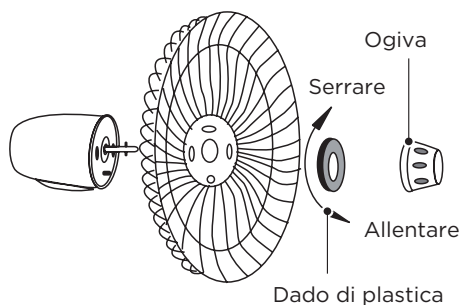

Fig.5
- 1 Svitare l'ogiva in senso orario (o estrarre l'ogiva dal contenitore) e il dado di plastica in senso antiorario per rimuoverli entrambi. Fissare la protezione posteriore al motore e serrare nuovamente il dado di plastica. (Fig. 5)